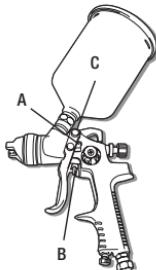

Fig. 1
- C. el punto de pivot de la gatilloVea la Fig. 1 para la ubicación de los puntos anteriores mencionados.